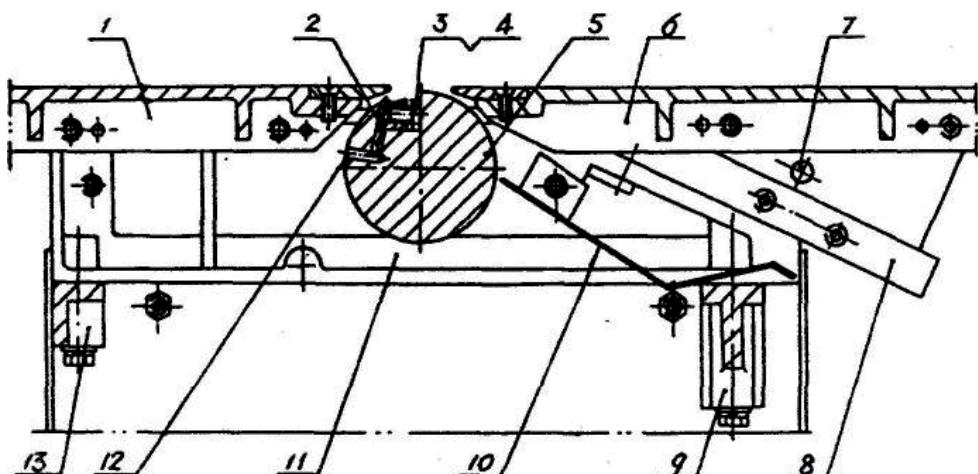

Рис. 5 Стругальний блок
#### Стругальний блок (Рис. 5)
- Див. Рис. 5. Послабте болт ножа 3, вставте викрутку у отвір 12, витягніть механізм 2 назовні, потім трохи закрутіть болт 3, розмістіть пласку лінійку на середню частину крайової пластини заднього столу 1.
- Поставте упор для фасок з напрямною та з'єднайте напрямну з основою, як зазначено на Рис. 5.